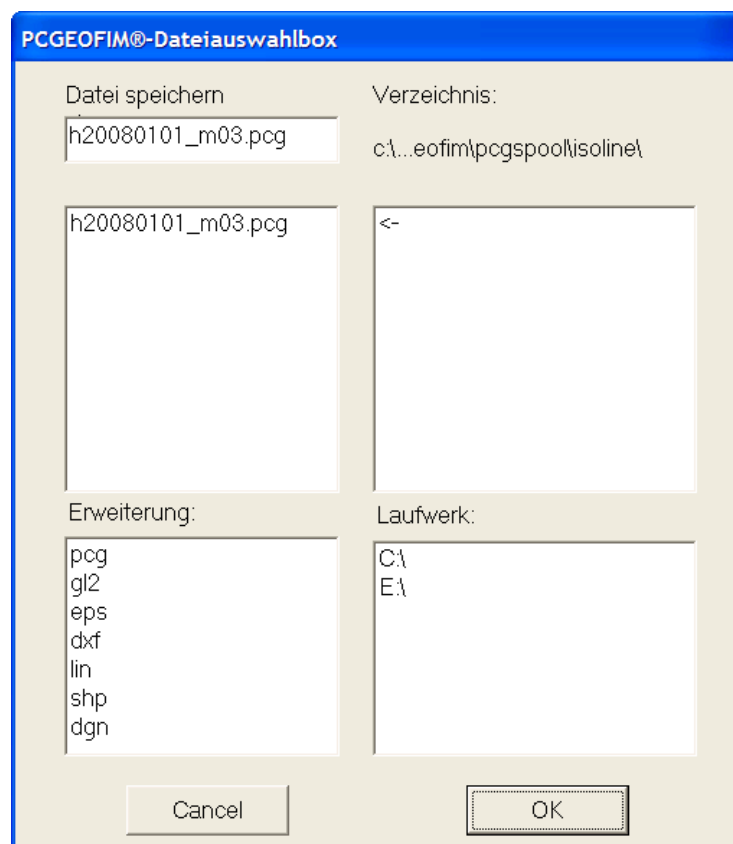

Abbildung 3-59: Mögliche Konvertierungen einer PCG-Datei
- Eine Datei im kompakten PCGEOFIM-Grafik-Format als HPGL2-File, als Postscript-File, als DXF-File, usw. (siehe Abbildung 3-59) auszugeben. Bei der Ausgabe als Lin-File wird die kompakte PCGEOFIM-Grafik in ihre Bestandteile aufgespalten (arr-, bln-, bls-, edt-, lab-, leg-, lin-, peg-, res- und wlk-File).